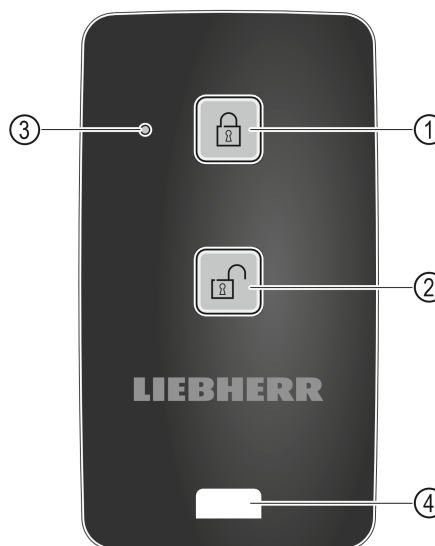

Fig. 165
- (1) Zablokować zamek
- (2) Odblokować zamek
- (3) Dioda LED statusu
- (4) Zaczep mocujący
- ▶ Naciśnąć przycisk Fig. 165 (1) na pilocie.
- ▶ Naciśnąć przycisk Fig. 165 (2) na pilocie.
- ▶ Po naciśnięciu przycisku dioda LED statusu Fig. 165 (3) generuje komunikat zwrotny.
- ▶ Zaczep Fig. 165 (4) do mocowania pilota, np. na breloku.